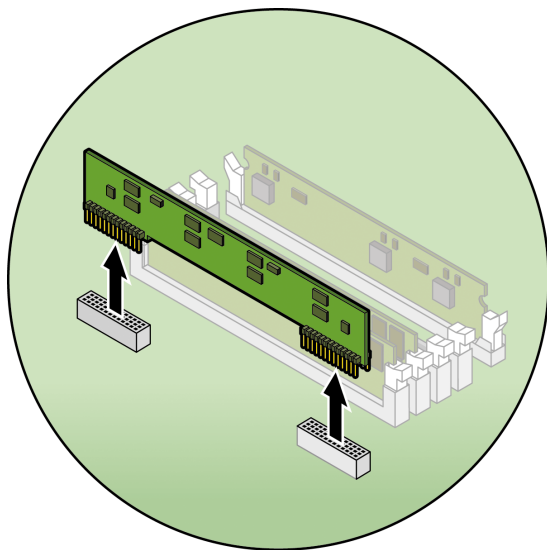

图 4-28 拆除 CPU VRM
8. 通过将 CPU VRM 从其所在的插槽中竖直向上拉出可以将其拆除（请参见图 4-28）。